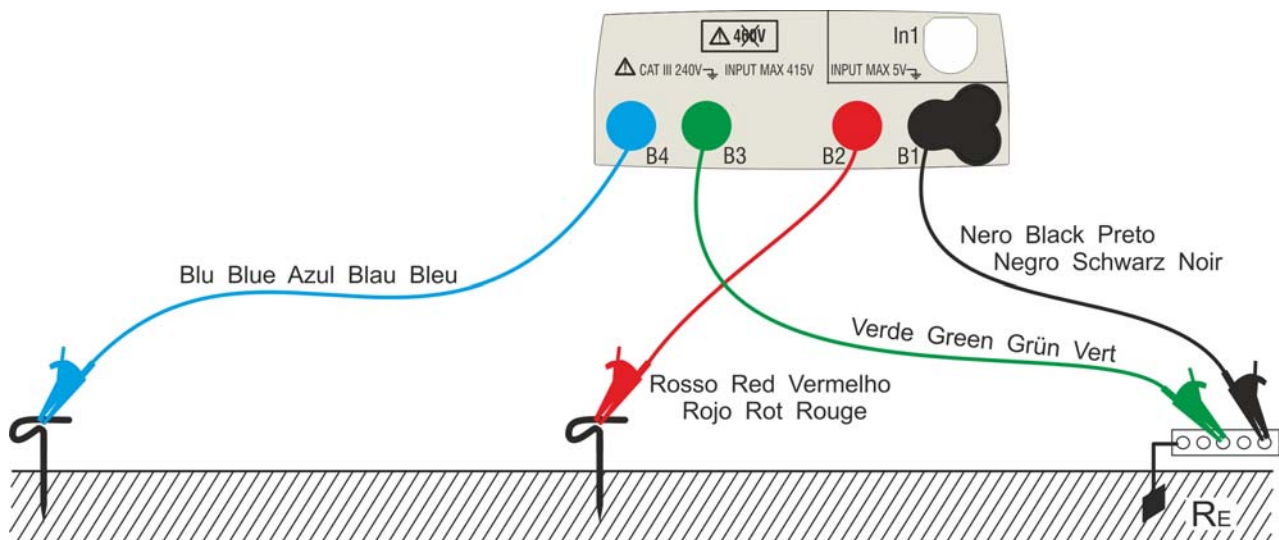
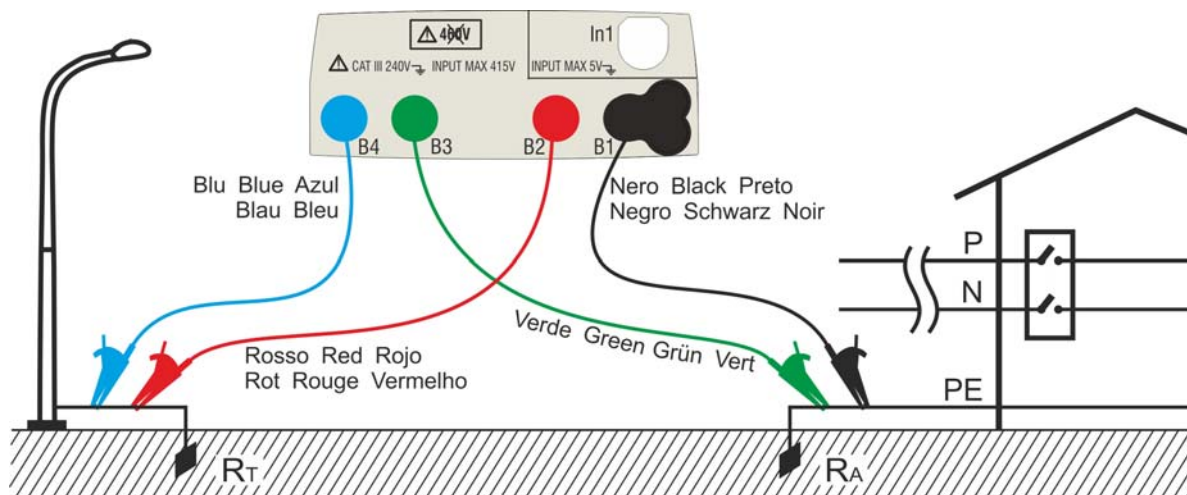
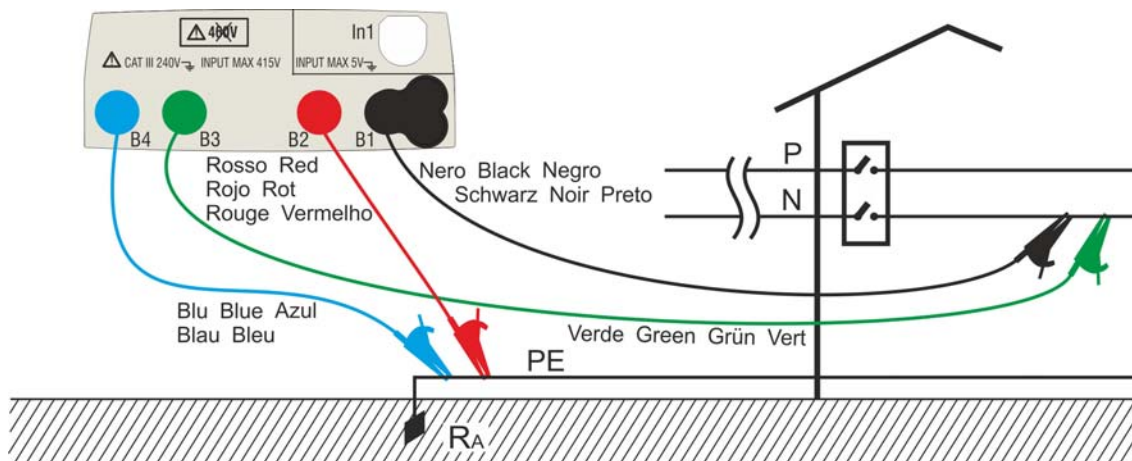

Fig. 26: Misura della resistenza di terra a 3 fili
Fig. 27: Misura della resistenza di terra a 2 fili con dispersore ausiliario
Fig. 28: Misura della resistenza di terra a 2 fili dal quadro di alimentazione
- 12 Collegare i coccodrilli ai dispersori ausiliari ed all'impianto in esame in accordo alla Fig. 26, Fig. 27, Fig. 28 o Fig. 29